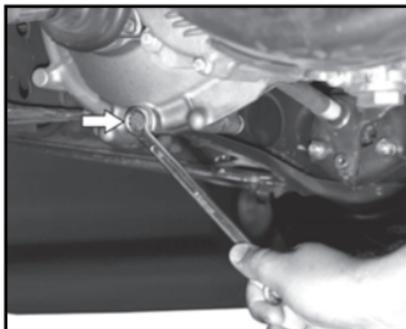

Fig. 27
**Fig. 27)** Vuelva a encajar el tapón de drenaje y rellene el aceite a través del agujero de la varilla de medición hasta que el nivel de aceite alcance la posición máxima marcada en la varilla de medición. (1L)